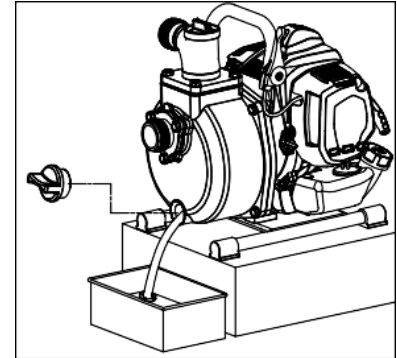

Fig.13
- Scaricare tutta l'acqua dal tappo di scarico. (Fig.13)